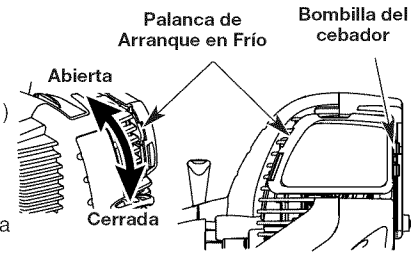

Fig. 11
SI ESTÁ FRÍO... Para funcionamiento en tiempo de frío (por debajo de 40°F), gire la palanca de arranque para tiempo frío (Fig. 11) hacia abajo hasta la posición de arranque/cerrada y continúe al paso 3. NO gire esta palanca hacia abajo si la temperatura está por encima de 40°F.
3. Oprima completamente y libere la pera del cebador 10 veces, lentamente. Deberá verse alguna cantidad de combustible en la pera del cebador (Fig. 11). Si no puede ver combustible en la pera, oprima y suelte la pera tantas veces como sea necesario hasta que vea combustible en la misma.